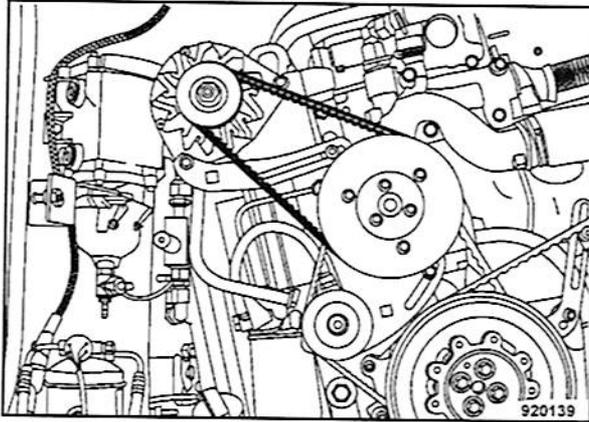

Fig. 159
- Comprobación visual de la correa trapezoidal (Fig. 159) por todo su contorno por deterioros o grietas. Una correa deteriorada o desgarrada hay que reemplazar.